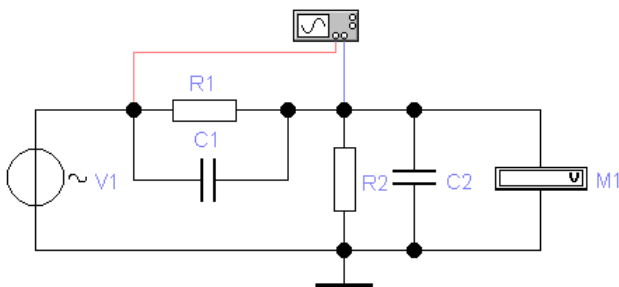

Рис. 3
3.6. Соберите схему для исследования частотно-компенсированного делителя напряжения при гармоническом воздействии (рис. 3).
Согласно рис. 3 канал А вертикального отклонения осциллографа отображает напряжение источника V1, а канал В – напряжение на выходе цепи. Изображение сигналов на экране осциллографа рекомендуется отображать разным цветом.
3.7. Снимите амплитудно-частотную (АЧХ) и фазочастотную (ФЧХ) характеристики коэффициента передачи по напряжению частотно-компенсированного делителя напряжения (рис. 3). Рекомендуемое напряжение источника V1 $U_1 = 1$ В, при этом коэффициент передачи по напряжению $K_U = U_2/U_1$ численно будет равен напряжению на выходе цепи U_2 . Рекомендуемые значения частоты источника V1: 0,125; 0,25; 0,5; 1; 2; 4; 8; 16 и 32 кГц. Скорость развертки осциллографа (Time base) регулируйте так, чтобы на его экране отображалось
3.8. Снимите амплитудно-частотную и фазочастотную характеристики коэффициента передачи по напряжению исследуемой цепи (рис. 3) при $R_1C_1 < R_2C_2$, для чего установите емкость C_2 в 2 раза больше значения, заданного в таблице. Методика исследования аналогична п. 3.7.
3.9. Снимите амплитудно-частотную и фазочастотную характеристики коэффициента передачи по напряжению исследуемой цепи (рис. 3) при $R_1C_1 > R_2C_2$, для чего установите емкость C_2 в 2 раза меньше значения, заданного в таблице. Методика исследования аналогична п. 3.7.